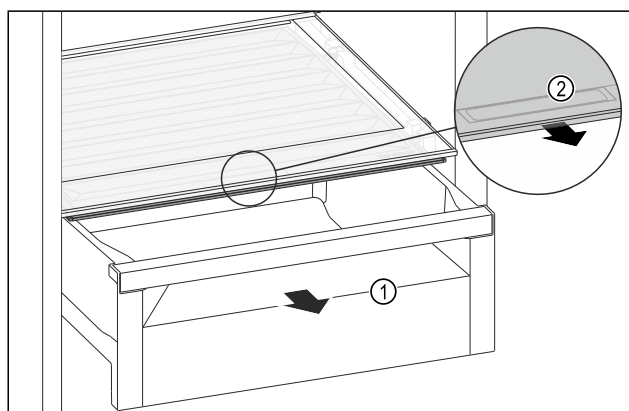

Fig. 206
- Træk skuffen Fig. 206 (1) ud.
- Tag fat i grebsforsænkningen Fig. 206 (2) i bokslåget, og træk samtidigt bokslåget frem.